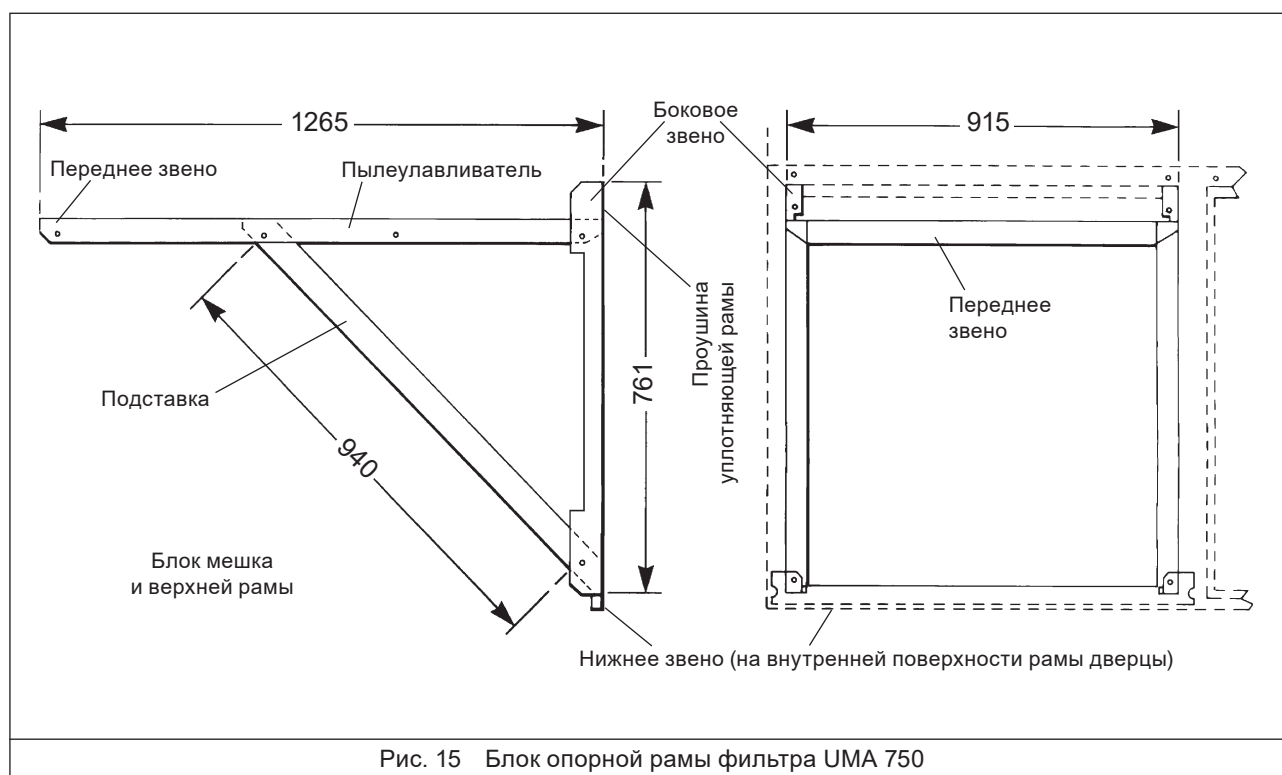

Рис. 15 Блок опорной рамы фильтра UMA 750
- 2 Извлеките поддерживающую защитное покрытие раму из камеры вентилятора или на верхней панели пылеулавливателей вентиляционного типа, где та хранилась, и вставьте в раму дверцы (см. рис. 15).